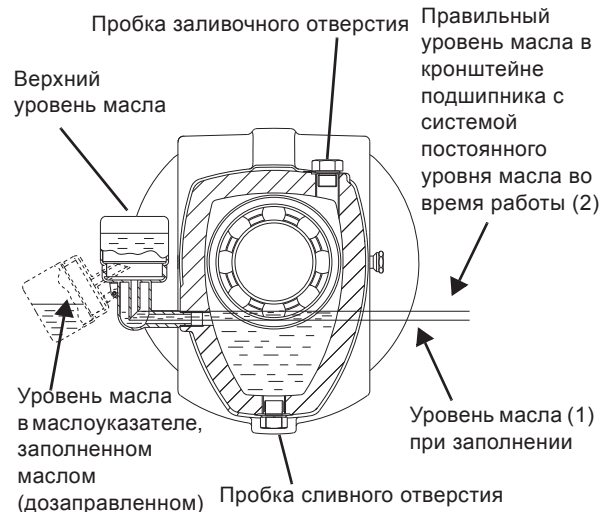

Рис. 21 Заливка масла
2	Отгнуть маслёнку и залить масло через заливочное отверстие, чтобы оно достигло уровня (1) в соединительном колене. См. рис. 21.
3	Залить резервуар маслоуказателя маслом и вернуть маслоуказатель в прежнее положение. Теперь маслом будет заполняться кронштейн подшипника. В процессе заполнения в резервуаре появляются воздушные пузырьки. Продолжать заполнение, пока масло не достигнет необходимого уровня (2). См. рис. 21.
Уровень масла в кронштейне подшипника должен быть всегда таким, как показано на рис. 21.